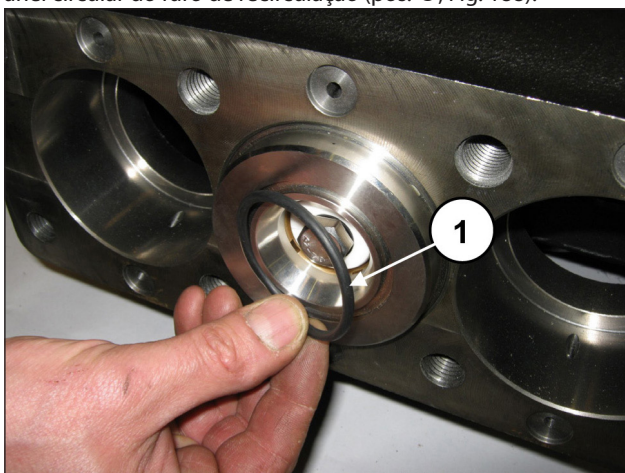
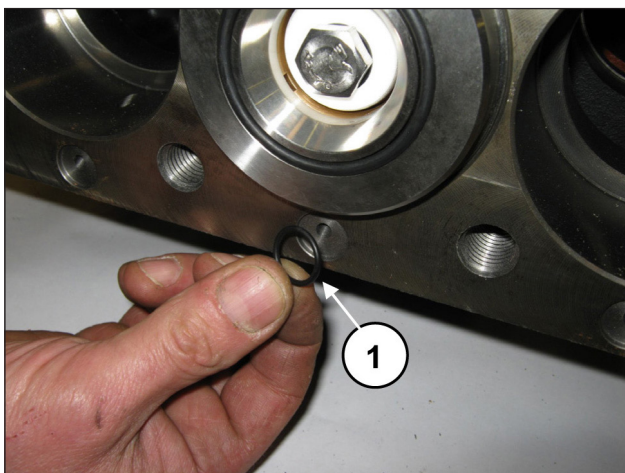

Fig. 187
Fig. 188
Monte o anel circular frontal da camisa (pos. ①, Fig. 187) e o anel circular do furo de recirculação (pos. ①, Fig. 188).